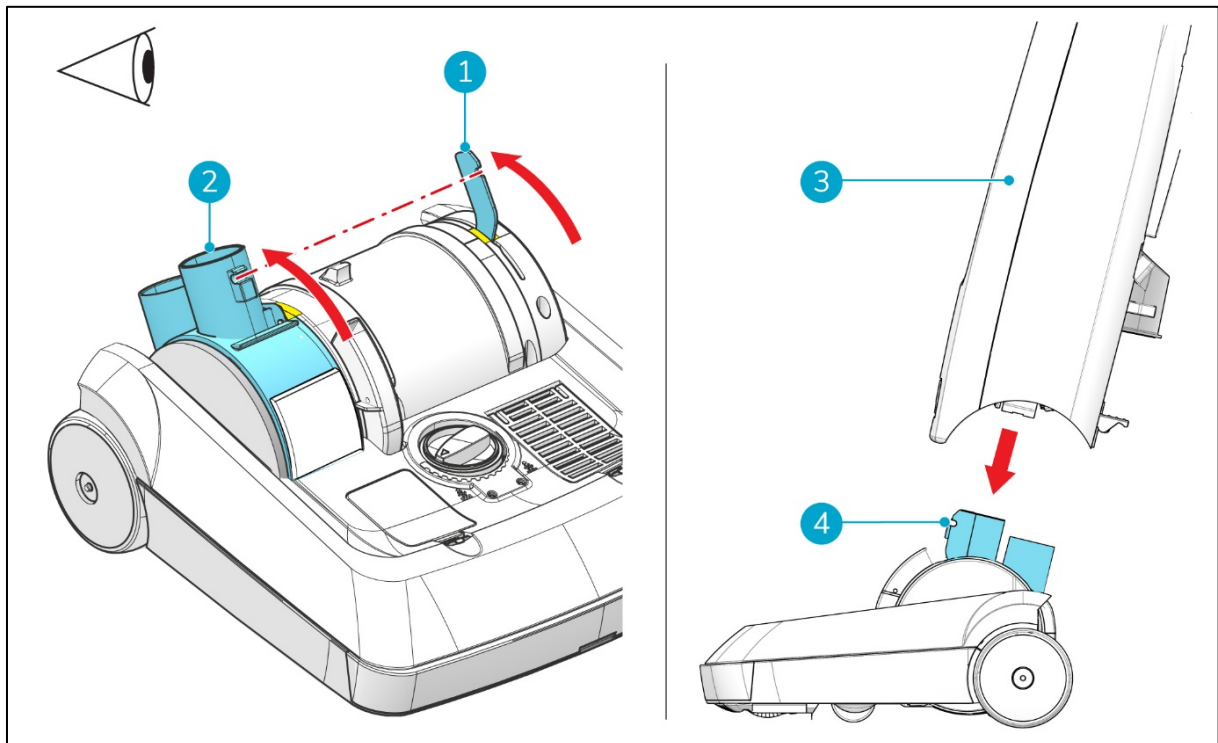

Figure 8
1. Ajustez l'arbre à collet pivotant pour aligner sa marque jaune sur celle du capot latéral du moteur (Figure 8, pos. 2).
2. Alignez le support en acier sur le repère jaune du côté droit du capot du moteur (Figure 8, pos. 1).
3. Soulevez le corps principal (Figure 8, pos. 3) et insérez-le dans le bloc de brosse inférieur.
4. Poussez le corps principal jusqu'à ce qu'il soit bloqué par les crochets du bloc de brosse (Figure 8, pos. 4).